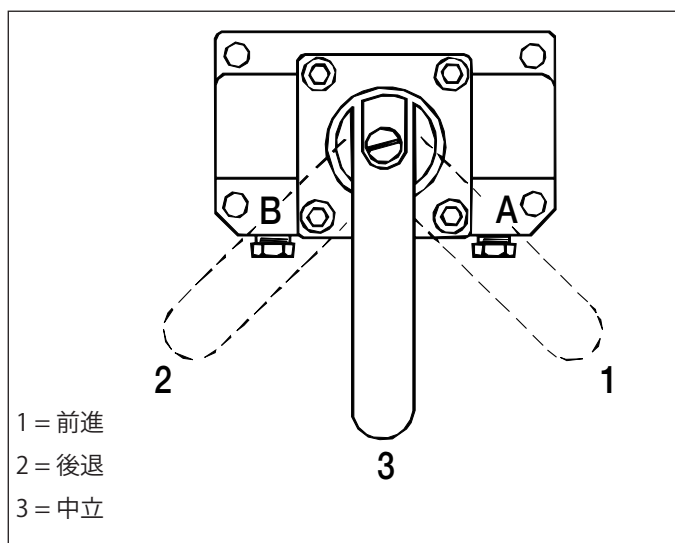
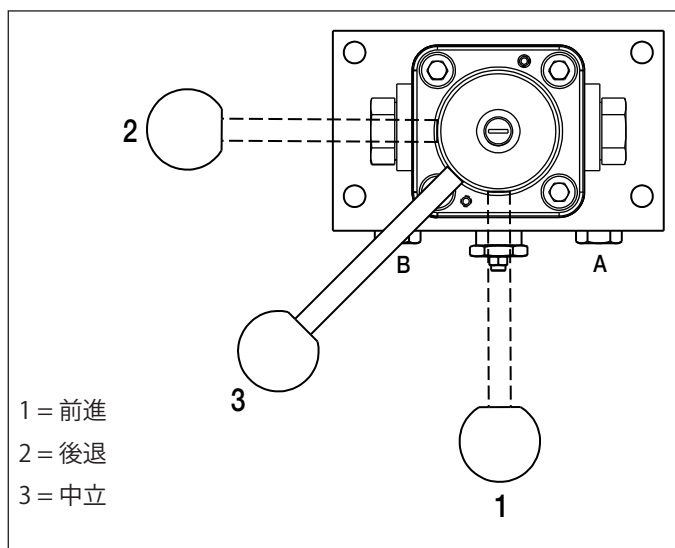

図11、バルブハンドル位置、VM33、VM33L、VM43、VM43L
図12、バルブハンドル位置、VM33M、VM43M
4. バルブハンドルを中立位置 (「3」)まで回します。VM33およびVM43バルブのハンドル位置は図11を参照してください。VM33MおよびVM43Mバルブのハンドル位置は図12を参照してください。
4. バルブハンドルを中立位置(「3」)まで回します。バルブの位置については図11を参照してください。